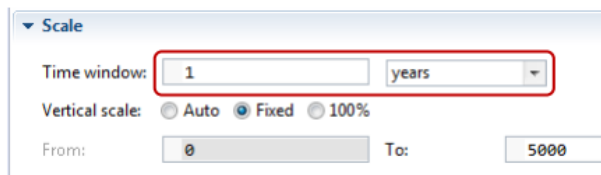

Рисунок 4.18 – Розріз шкали
1. Перейдіть до розділу «Масштаб» і встановіть «Часове вікно» один рік (рис. 4.18).